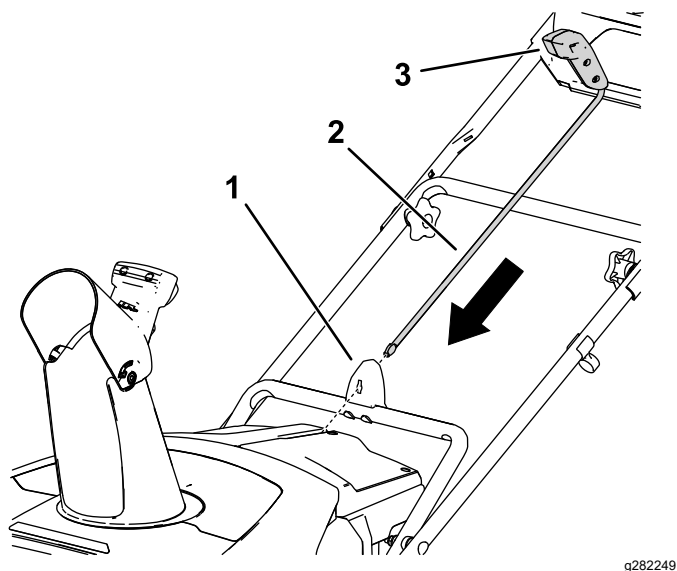

Figura 8
1. Asegúrese de que el conducto está orientado hacia adelante (Figura 8).
2. Con el manillar orientado hacia adelante, instale la varilla de control del conducto en la guía y empújela hacia abajo hasta que encaje en su sitio (Figura 8).